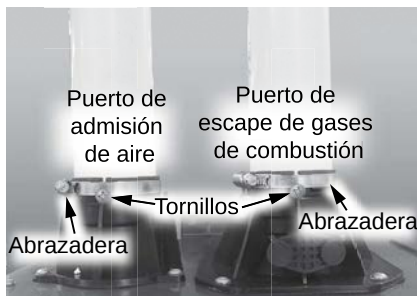

Figura 64 - Ubicación del puerto de escape de gases de combustión y del puerto de aire de admisión.
2 Ubique el puerto de escape de gases de combustión y el puerto de aire de admisión. Consulte la Figura 64.
3 Retire los dos (2) tornillos que fijan las tuberías de admisión de aire y escape a los puertos. Deje los tornillos a un lado en un lugar seguro para volver a instalarlos. Consulte la Figura 64.
7 Ubique las nuevas abrazaderas incluidas en el kit. Coloque una nueva abrazadera sobre el puerto de admisión de aire y el puerto de escape. Observe la orientación de las abrazaderas. Consulte la Figura 64.
9 Vuelva a instalar los dos (2) tornillos que se retiraron en el **Paso 3**. Consulte la Figura 64.